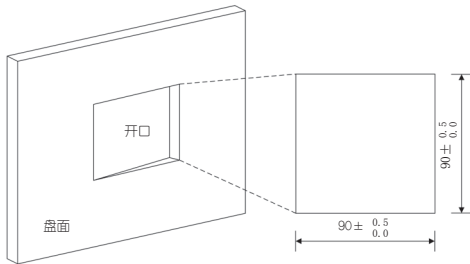

图2-3 开口尺寸
1. 首先，在欲安装仪表的盘面上开出长方型的安装孔，开孔尺寸见图2-3。